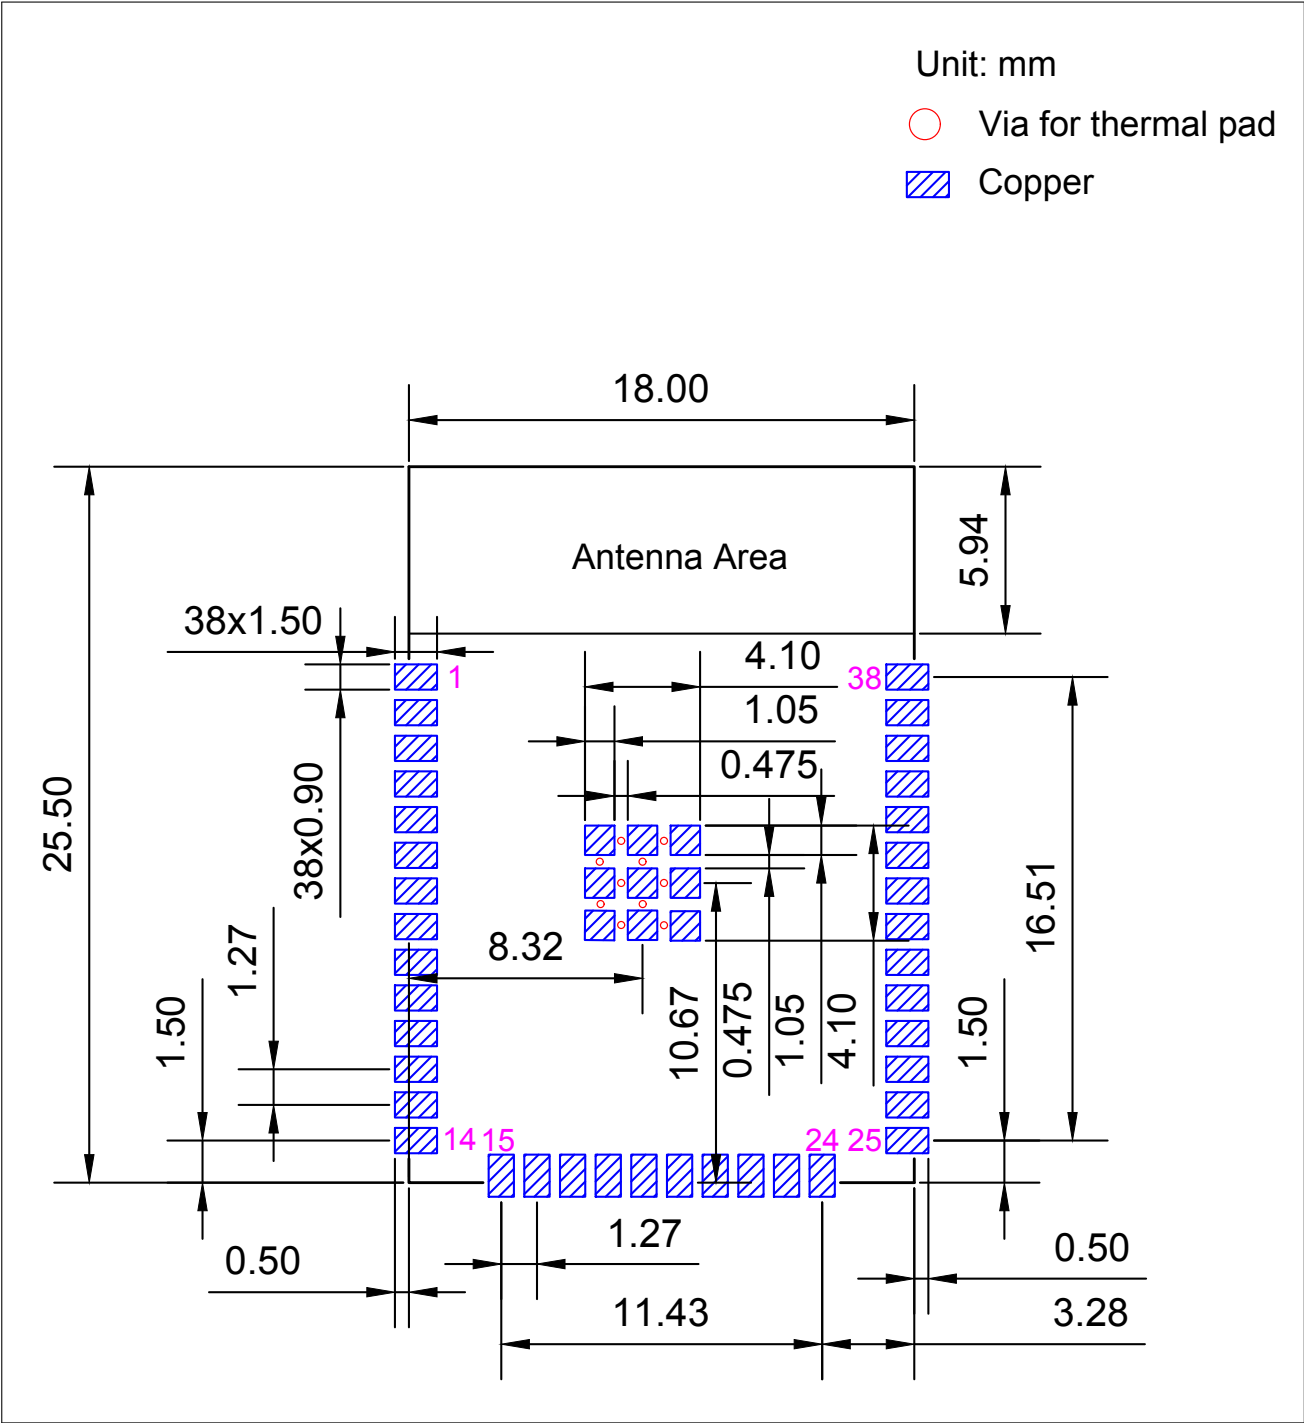

图 6: PCB 封装图形
- 推荐 PCB 封装图，标有 PCB 设计所需的全部尺寸。详见图 6 *PCB 封装图形*。
- 推荐 PCB 封装图的源文件，用于测量图 6 中未标注的尺寸。您可用 Autodesk Viewer 查看 ESP32-WROOM-32 的封装图源文件。